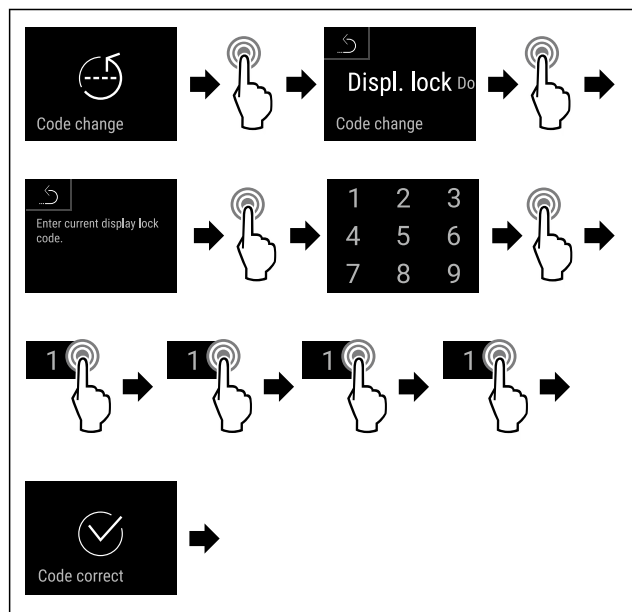

Fig. 84
- ▶ Proved'te akční kroky (viz Fig. 84).